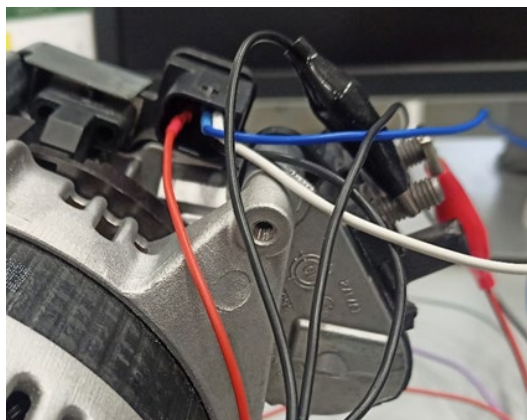

Рисунок 28. Підключення діагностичного кабелю до контактів у роз'ємі
2.1. Підключіть необхідні дроти до терміналів у роз'ємі генератора (див. рис. 28).